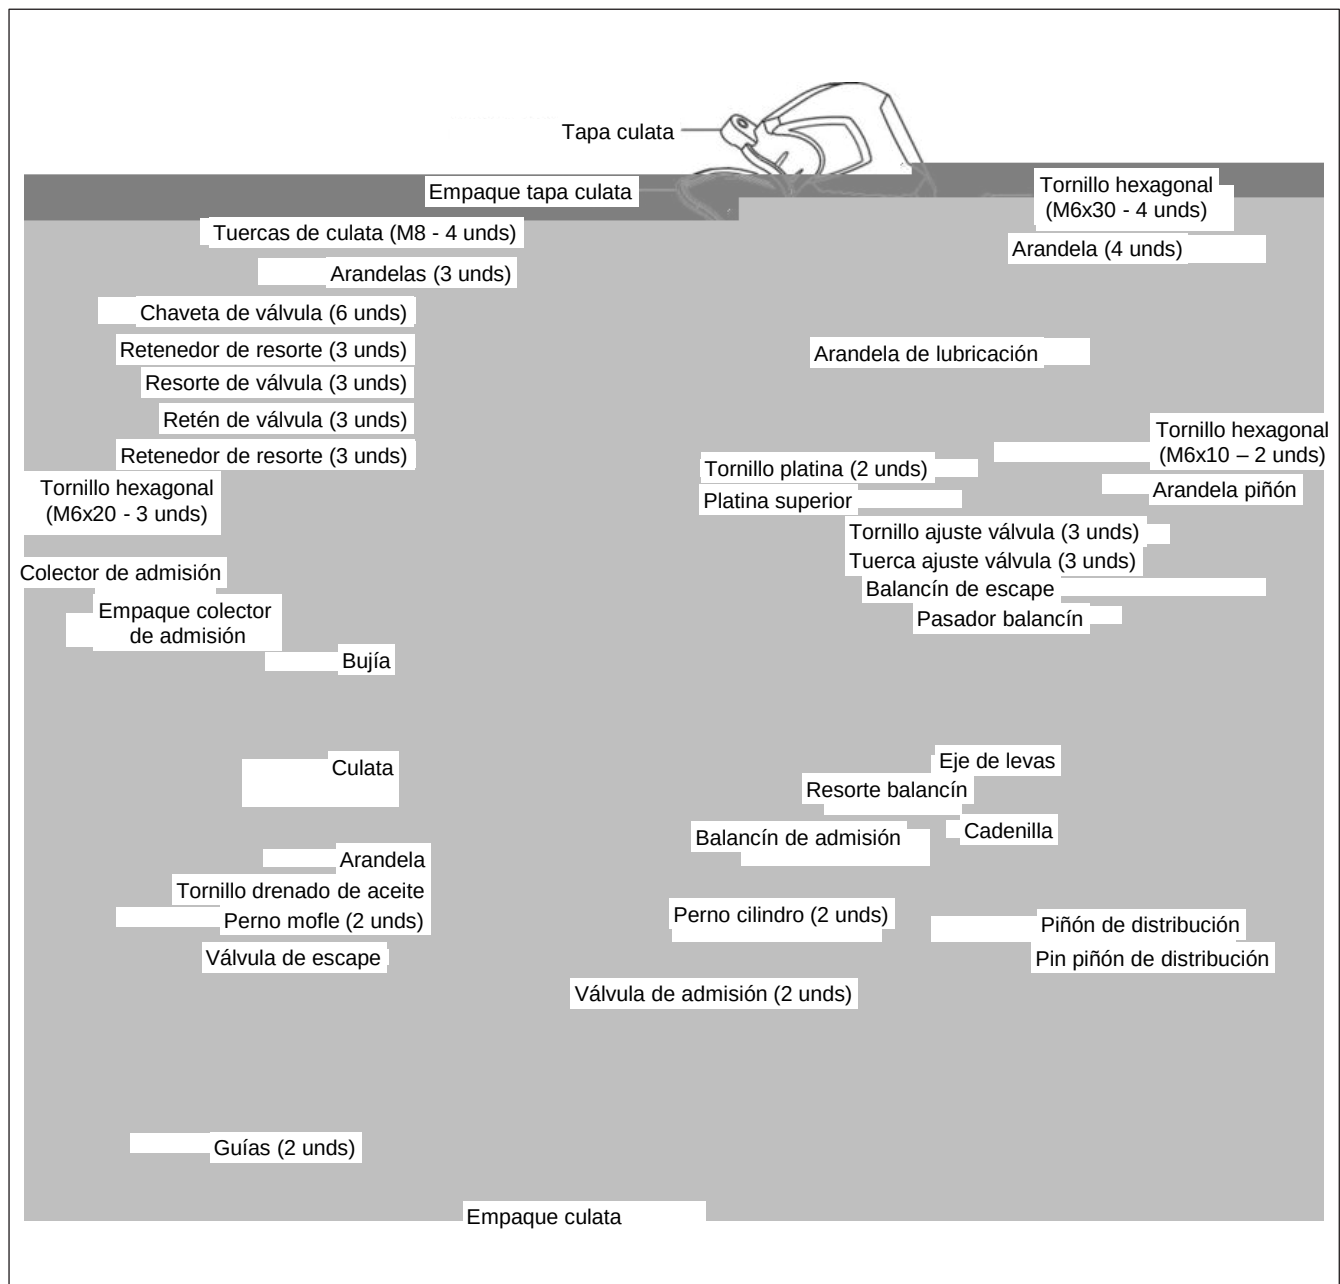

Fig. 3.73
- Para realizar el montaje, realice el procedimiento descrito anteriormente en orden inverso. Asegúrese de seguir cada una de las instrucciones. Consulte la siguiente imagen para conocer el detalle del montaje. (Fig. 3.73)